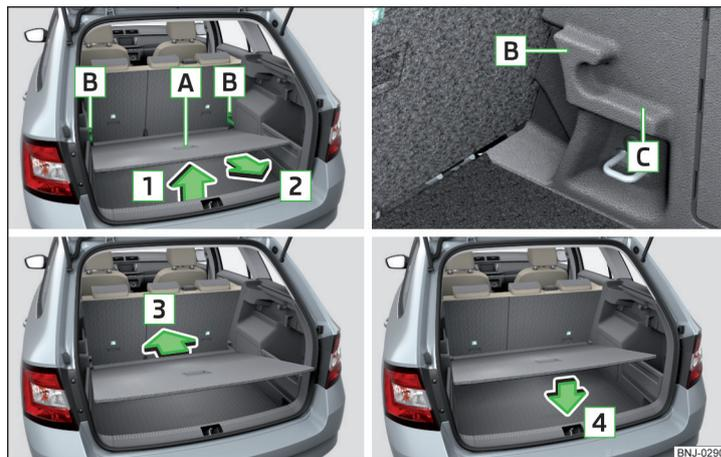

Fig. 102 Ajustar o piso de carga variável na posição superior/inferior
- Levantar o piso de carga variável no manipulador [A] no sentido da seta [1] e deslocar parcialmente no sentido da seta [2] » Fig. 102.